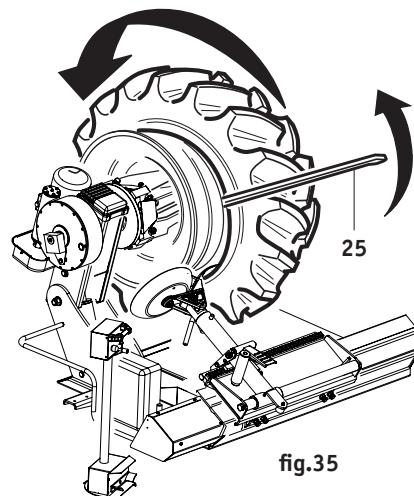

fig.34
» Ribaltare il braccio portautensile(6) (fig.22) e portarlo sulla parte anteriore del pneumatico premendo il pedale (12) (fig.22). Agendo sulla spina(10) (fig.22) e facendo basculare l'utensile(14)(fig.22) in posizione 2, riagganciare il braccio portautensile al carrello. Con l'apposito manipolatore portare l'utensile (avvicinandolo) contro il pneumatico, fino al completo aggancio del tallone (fig. 34). Effettuata l'operazione, mettere in tensione il pneumatico allontanando il cerchione dall'utensile, facendo in modo che il tallone entri nel canale
» Inserire l'apposita leva (25) (fig.34) fra tallone e cerchione sulla destra dell'utensile, in modo che il tallone rimanga sull'utensile. Spostare l'utensile all'esterno con l'apposito riferimento a filo bordo del cerchione; riavvicinare il cerchione (fig.34) fino alla completa fuoriuscita del tallone anteriore. Appoggiare la ruota sull'apposita pedana carrello (24) (fig.34) ottenendo così lo spazio necessario per togliere agevolmente la camera d'aria.
» Tilt the tool arm (6, fig. 22) and move it to the back of the tyre pressing the pedal (12, fig. 22). Using the lever (10, fig. 22) swing the tool (14, fig. 22) into position 2 then re-attach the tool arm to the trolley. Use the control to move the tool against the tyre with the control until the bead is hooked on (fig. 34). Put the tyre into tension moving the rim away from the tool so that the bead enters the channel.
» Insert the special lever (25, fig. 34) between the rim and bead to the right of the tool to ensure that the bead remains on the tool. Move the tool towards the outside with reference to the rim edge. Move the rim towards the tool again (fig. 34) until the front bead has completely come out. Rest the wheel on the trolley platform (24, fig. 34) to obtain working space for the easy removal of the inner tube.
- » Culbuter le bras porte-outil (6, Fig. 22) et le porter sur la partie avant du pneu en pressant sur la pédale (12, Fig. 22). En agissant sur la goupille (10, Fig.22) et en faisant basculer l'outil (14, Fig.22) en position 2 raccrocher le bras porte-outil au chariot. Approcher l'outil au pneu moyennant le manipulateur jusqu'au complet accrochage du talon (Fig.34). Après cette opération mettre en tension le pneu en éloignant la jante de l'outil et en faisant rentrer le talon dans les creux.
- » Introduire le levier prévu (25)( Fig.34) entre le talon et la jante à la droite de l'outil de façon à ce que le talon reste sur l'outil. Déplacer l'outil vers l'extérieur par la référence prévue au fil du bord de la jante, rapprocher la jante (Fig.34) jusqu'à la complète sortie du talon avant. Appuyer la roue sur la plate-forme du chariot (24 Fig.34) obtenant ainsi l'espace nécessaire pour ôter facilement la chambre à air.
- » Den Werkzeugträgerarm kippen (6) (Abb. 22) und durch Pedaldruck auf die Vorderseite des Reifens bringen (12) (Abb. 22). Durch Einwirken auf den Zapfen (10) (Abb. 22) und Einstellung des Geräts (14) (Abb. 22) auf Position 2 den Geräteträgerarm wieder am Schlitten festhaken. Mit dem entsprechenden Taster das Gerät dem Reifen nähern, bis der Wulst vollständig angehängt ist (Abb. 34). Nach Beendigung dieses Vorgangs den Reifen durch Entfernen des Felgens vom Gerät anspannen und so den Wulst in den Kanal eintreten lassen.
- » Den entsprechenden Hebel (25) (Abb. 34) auf der rechten Seite des Geräts derart zwischen Wulst und Felgen setzen, daß der Wulst auf dem Gerät bleibt. Das Gerät auf gleicher Höhe des Felgenrands nach außen schieben, den Felgen (Abb. 34) bis zum vollständigen Heraustreten des vorderen Wulstes annähern. Das Rad auf dem Fußbrett des Schlittens aufsetzen (24) (Abb. 34), wodurch der notwendige Spielraum für ein leichtes Entfernen der Luftkammer entsteht.
- » Volcar el brazo portaherramientas (6) (Fig.22) y llevarlo sobre la parte delantera del neumático apretando el pedal (12) (Fig. 22). Actuando sobre la clavija (10) (Fig. 22) y haciendo bascular el utensilio (14) (Fig. 22) en la posición 2, enganchar nuevamente el brazo portaherramientas al carro. Acerca el utensilio al neumático con el manipulador especial hasta que el talón se enganche completamente (Fig.34). Realizada esta operación, tender el neumático apartando la llanta del utensilio de manera que el talón entre en el canal.
- » Introducir la palanca especial (25) (Fig. 34) entre talón y llanta a la derecha del utensilio de modo que el talón permanezca sobre el utensilio mismo. Apartar el utensilio hacia el exterior con el apropiado hilo borde de la llanta: acercar nuevamente la llanta (Fig. 34) hasta la total salida del talón delantero. Apoyar la rueda sobre la especial plataforma con carro (24) (Fig. 34), obteniendo así el espacio útil para quitar fácilmente la cámara de aire.